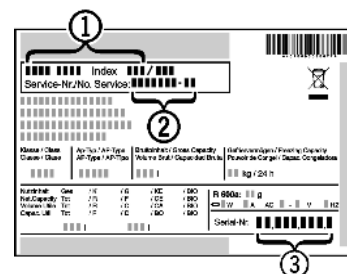

Fig. 3
- ▶ Ierīces nosaukumu *Fig. 3 (1)*, servisa Nr. *Fig. 3 (2)* un sērijas Nr. *Fig. 3 (3)* nolasiēt no datu plāksnītes. Datu plāksnīte atrodas ierīces iekšpusē pa kreisi.
- ▶ Informējiet tehniskās apkopes dienestu un paziņojiet par bojājumu, ierīces nosaukumu *Fig. 3 (1)*, servisa Nr. *Fig. 3 (2)* un sērijas Nr. *Fig. 3 (3)*.